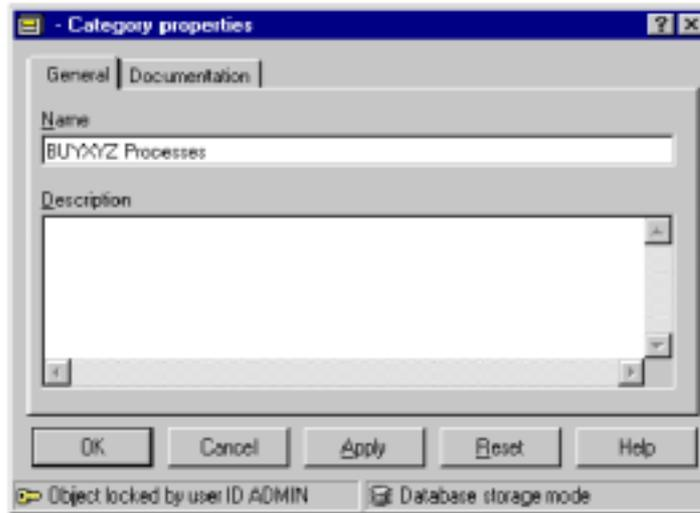

图4-4 创建新目录
1. 右键单击流程模型（Process models）并选择新目录（New Category），将出现目录窗口（如图4-4所示）。